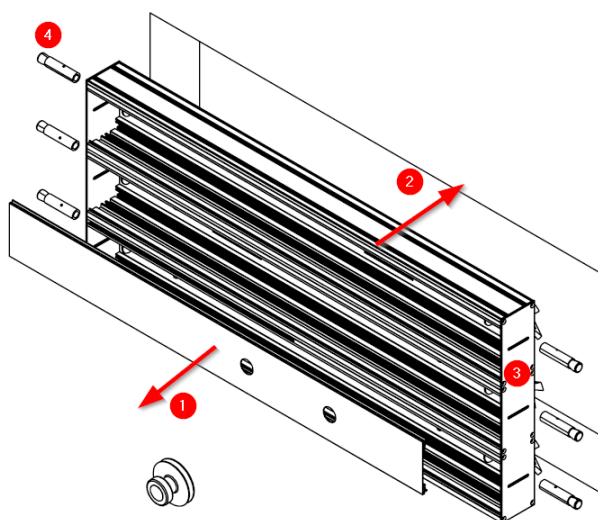

Fig.7 Montage de l'équipement dans le boîtier
L'équipement peut maintenant être prépositionné dans le boîtier (2) et l'ancrage de l'équipement peut être complété à l'aide des vis (4) qui correspondent à la surface de montage (voir points 4.2.1 et 4.2.2 de ce manuel). (Voir Fig. 7).